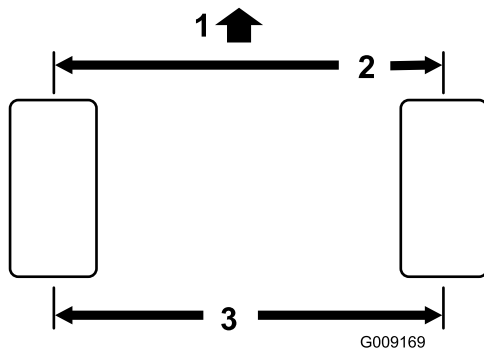

Bild 88
1. Messen Sie den Abstand vorne und hinten an den Lenkreifen Mitte-zu-Mitte (auf Achshöhe). Bild 88